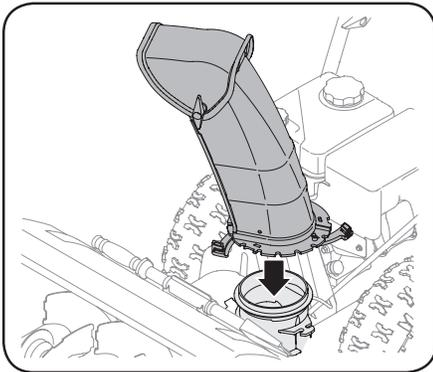

Figura 2-11
1. Ubique el conjunto del canal sobre la base. Consulte Figura 2-11.